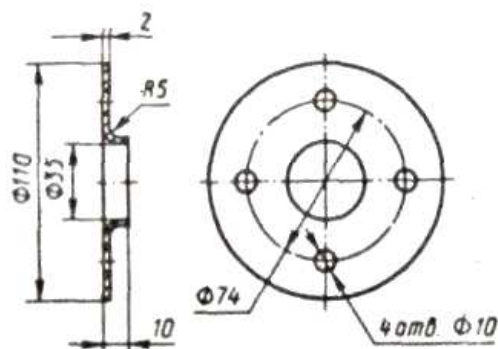

Рис. 32
2. Разработайте процесс изготовления детали (рис. 32) методом холодной листовой штамповки. При выполнении работ следует: установить технологические операции, необходимые для получения детали; определить размеры заготовки, определить вид исходного материала, привести его химический состав и механические свойства. Изобразите схему раскроя и определите коэффициент использования материала; выполните необходимые технологические расчеты; определите технологические зазоры между пуансоном и матрицей при вырубке и пробивке; определите коэффициенты отбортовки и сделайте вывод о возможности отбортовки; выберите штамп и укажите последовательность выполняемых на нем операций; изобразите схему штампа и опишите его работу; установите способ подачи заготовки в штамп; определите усилия на операциях; приведите схему оборудования и опишите его работу. Материал детали – сталь 10